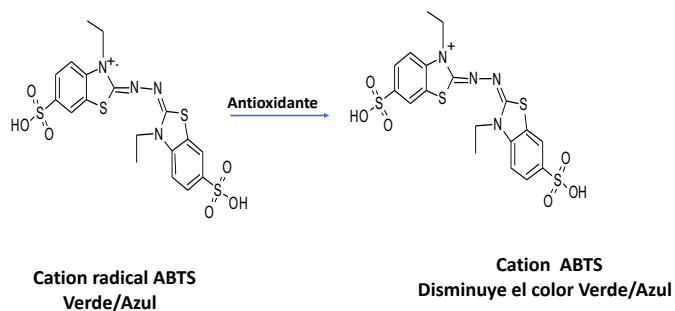

Figura 1. Reacción general entre el catión radical ABTS en presencia de una sustancia antioxidante.
Como se muestra en la Figura 1, el ABTS se reduce al catión radical ABTS y posteriormente este radical formado es estabilizado por el compuesto a evaluar (3) a diferencia de la prueba de DPPH en donde se emplea un radical libre estable, la prueba de ABTS, nos permite evaluar la capacidad de las moléculas de donar un electrón a un radical que se va formando.